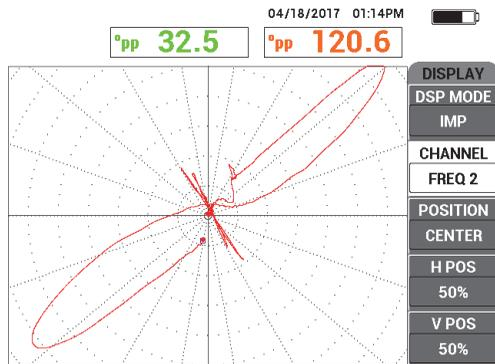

Рис. 5-199 Сканирование трубы по всей длине
4. Просканируйте трубу по всей длине, по завершении нажмите клавишу FREEZE () (см. Рис. 5-199 на стр. 284).